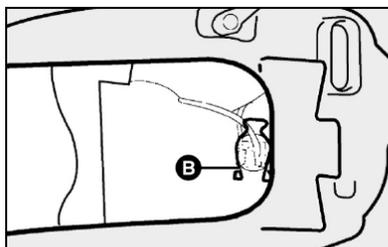

fig. 21
3) retirar o porta-lâmpada pressionando as presilhas B-fig. 21 abrindo-as lateralmente;